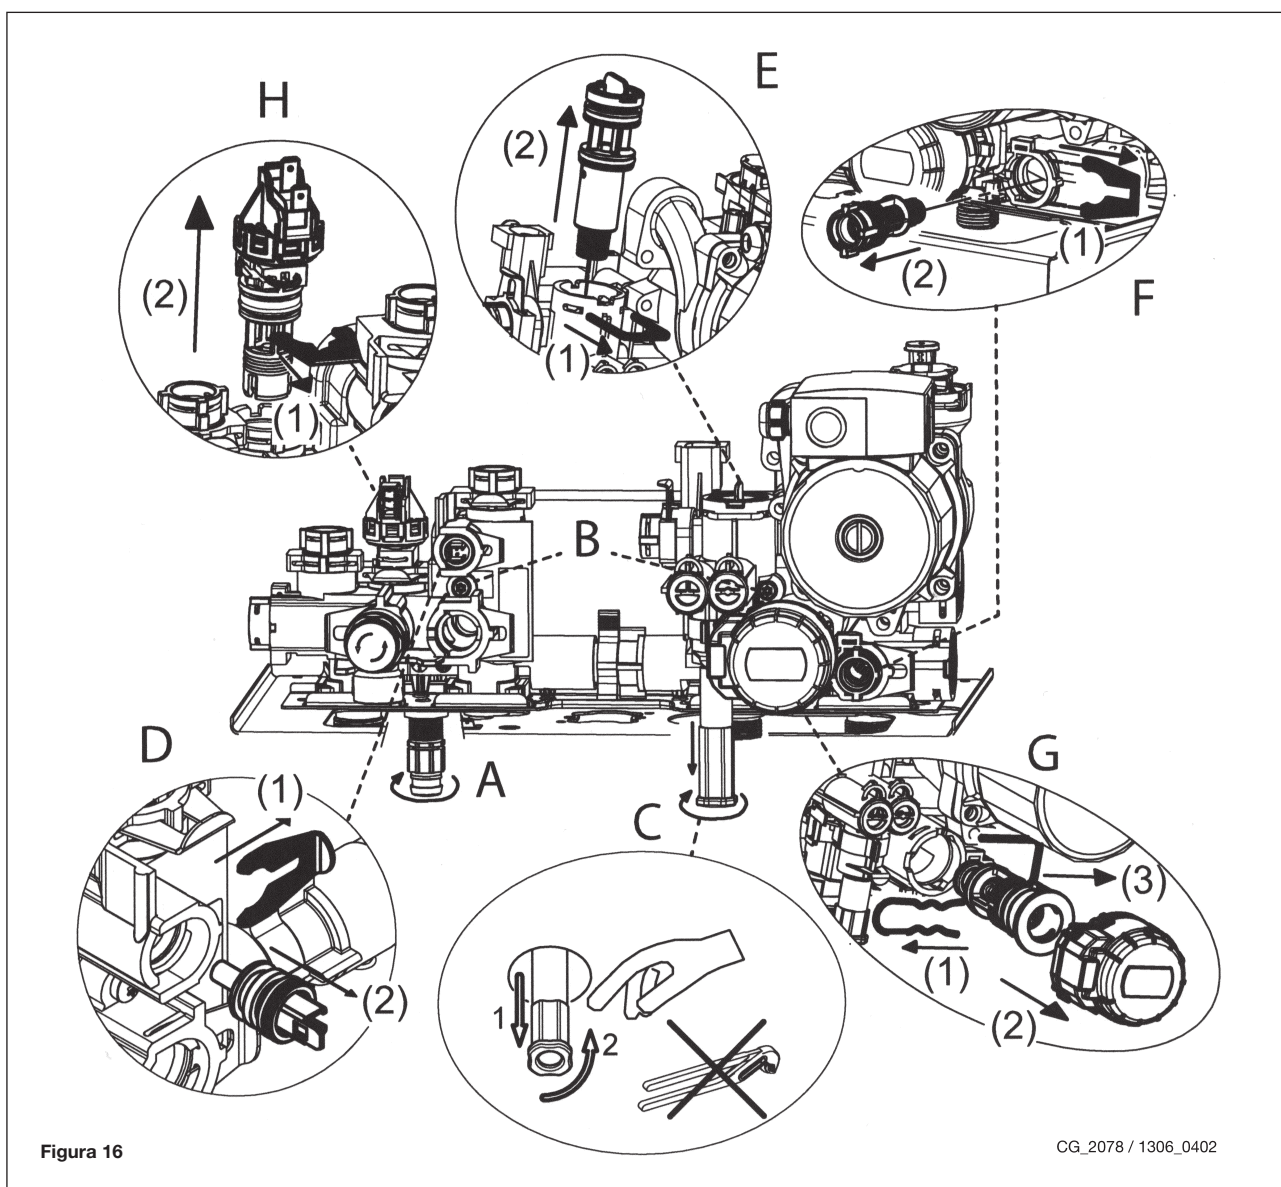

Figura 16
- svuotare l'acqua contenuta nel circuito di riscaldamento aprendo il rubinetto A di figura 16.
- per estrarre la cartuccia del filtro di riscaldamento è necessario prima rimuovere il motore della valvola 3 vie (1-2G - figura 16);
- Rimuovere la clip 1E di figura 16
- Togliere il filtro (2E figura 16).